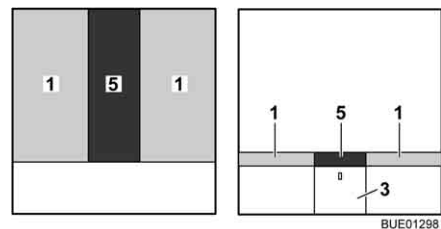

Bild 136 Nach dem Umbau
- Das Zusatzpolster (Bild 136,5) zwischen die Matratzen (Bild 136,1) legen.